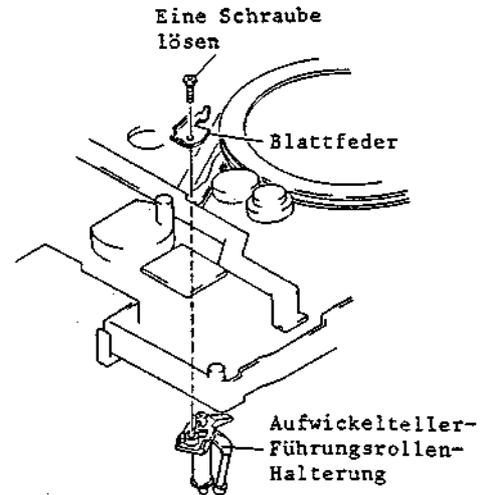

Abb. 2-92 Ausbau der Aufwickelteller-Führungsrollen-Halterung
3-40 Ausbau der Aufwickelteller-Führungsrollen-Halterung (Abb. 2-92)
10. Eine (1) Befestigungsschraube der Aufwickelteller-Führungsrollen-Halterung lösen und die Blattfeder abnehmen (siehe Abb. 2-92).